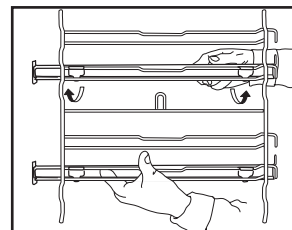

Fig. 3
3. Plaats het bovenste gedeelte van de roostergeleiders op de steunroosters. Controleer of de telescopische looprails gemakkelijk tot de voorzijde van de oven kunnen worden verplaatst. Druk vervolgens het onderste gedeelte van de roostergeleiders stevig tegen het steunrooster totdat ze vastklikken (Fig. 3).